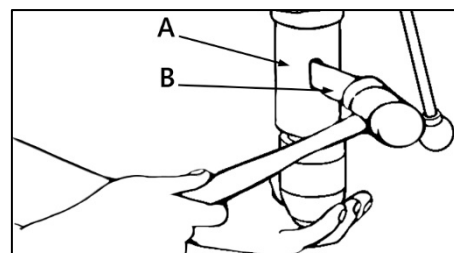

Рисунок 10.
Максимально разведите кулачки патрона повернув зажимное кольцо. Вставьте в отверстие в гильзе (A) (рис. 10) расклинователь (B) и постучите по нему резиновым молотком, придерживая патрон рукой, чтобы избежать его падения при отделении от шпинделя.